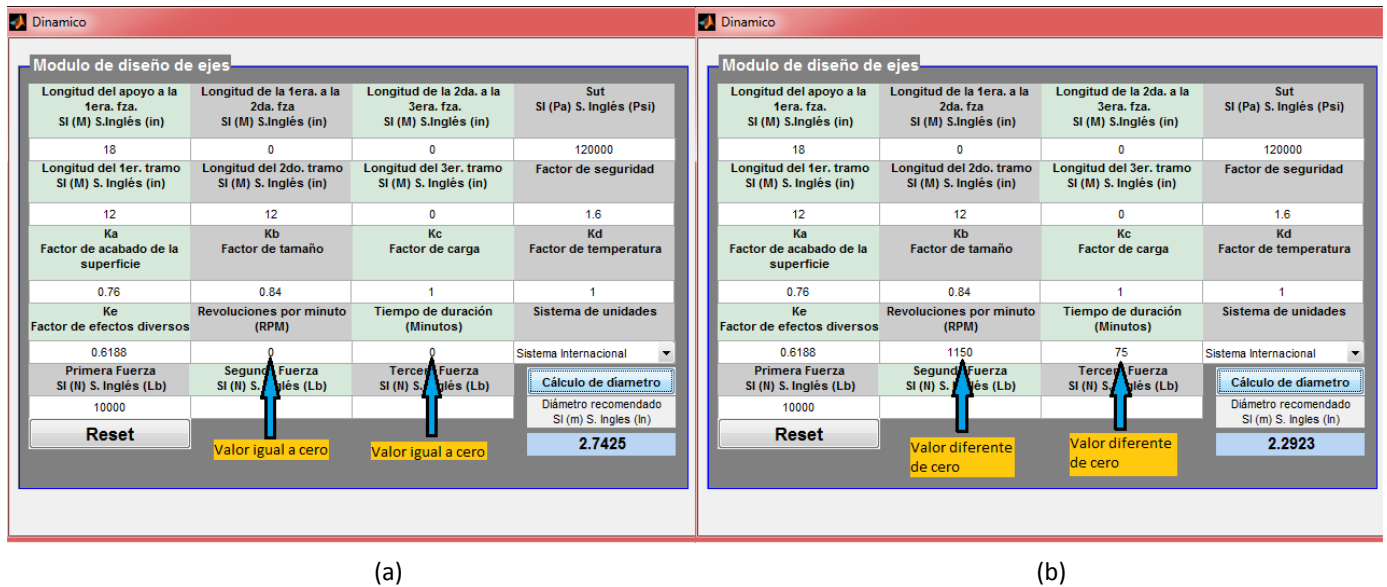

Fig. 6 Módulo de diseño de ejes. Cálculo duración infinita (a); Cálculo duración finita (b)
6. El programa realiza cálculos para duración infinita y para duración finita; para el primer caso los valores de entrada en “Revoluciones por minuto” y “Tiempo de duración” deberán ser igual a cero; ver Fig. 6 (a). Para el segundo caso estos mismos valores de entrada deberán ser diferentes de cero, para que el cálculo llevado a cabo sea para una duración determinada; ver Fig. 6 (b).